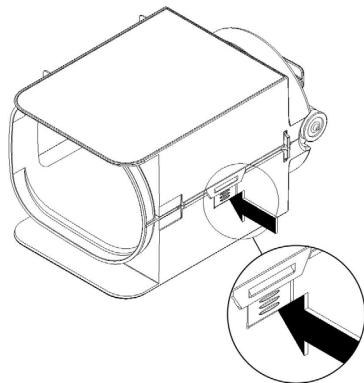

figura 9
- 1** Aprire le due parti, facendo scattare l'incastro. (vedere figura 9).